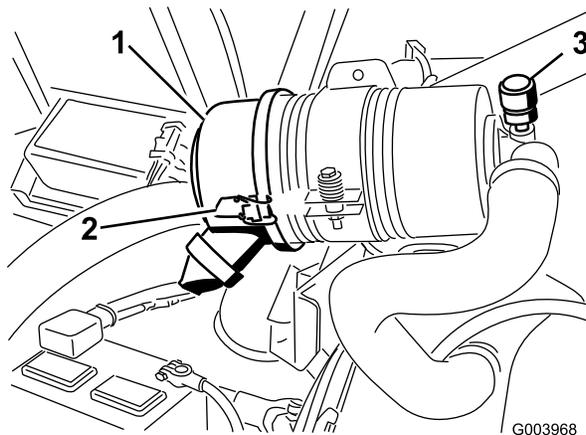

Рисунок 50
Обслуживание фильтра воздухоочистителя следует производить только после покраснения индикатора необходимости обслуживания (Рисунок 50). Замена воздушного фильтра без необходимости ведет лишь к повышению вероятности попадания грязи в двигатель при извлечении фильтра.
1. Отпустите защелки, фиксирующие крышку воздухоочистителя на его корпусе (Рисунок 50).